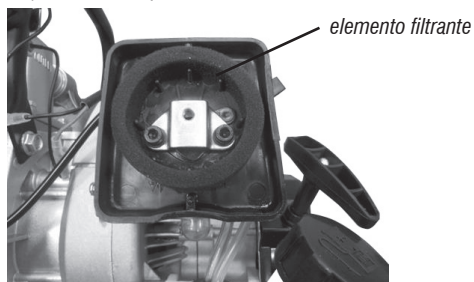

Fig. 14 – Elemento filtrante
- 4 – Retire el elemento filtrante, (fig. 14). En caso de que el elemento filtrante esté sucio, lávelo con agua y detergente neutro;